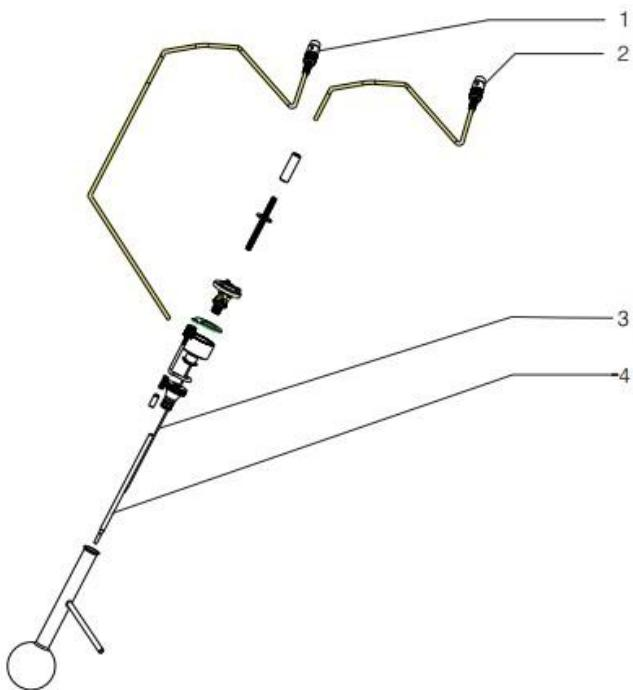

图1-6
3.2.2、干点传感器与蒸汽温度传感器安装 如果测定干点，则找到干点传感和蒸汽温度传感器，首先将蒸汽温度传感器按 图 1-6 所示装于干点传感器上；然后再将蒸汽温度传感器及干点传感器分别连接到 仪器相应位置，如图 1-6 所示，最后在准备好油样后将干点传感 器与蒸汽温度传感器如图所示装于烧瓶上，密封烧瓶。
如果试验测定干点，则在试验前首先要将蒸汽温度传感器插入仪器的“蒸汽”插孔处，干点传感器插入仪器的“干点”处。首先将蒸汽温度传感器按图 1-6 所示装于干点传感器上；然后再将蒸汽温度传感器及干点传感器分别连接到仪器相应位置，如图 1-6 所示，最后在准备好油样后将干点传感器与蒸汽温度传感器装于装有油样的烧瓶上，密封烧瓶。